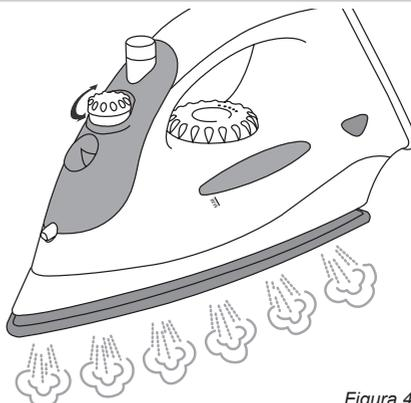

Figura 4
5. Ajuste la cantidad de vapor deseada mediante el botón correspondiente (véase la figura 4).
7. Puede utilizar la función de vapor disparo con todas las temperaturas cambiando el botón de selección (6) a la  la posición y luego se presiona.